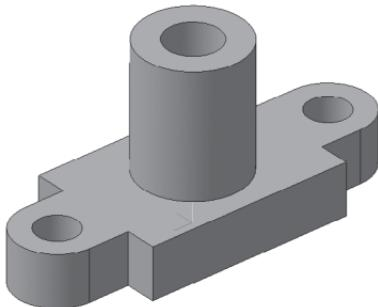

Рис. 171.
- дальнейшее построение аналогично предыдущей детали. Выделите верхнюю грань основания. Войдите в **Эскиз**. Постройте в центре детали окружность радиусом 25 мм ($\varnothing = 50$). Для нахождения центра воспользуйтесь глобальной привязкой **Ближайшая точка**, т.к. начало координат расположено в центре детали. Выйдите из эскиза и создайте цилиндр операцией **Приклейть выдавливанием** на расстояние 60 мм. Подобным образом постройте окружность радиусом 13 мм ($\varnothing = 26$) на верхнем основании цилиндра и создайте сквозное отверстие с помощью операции **Вырезать выдавливанием – Через все** (рис. 171). Сохраните под именем *Опора 2*.